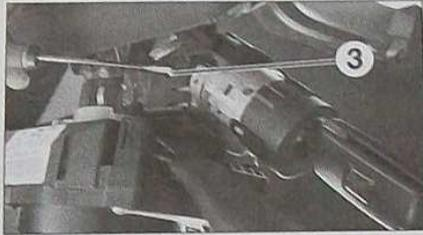

FIG. 8
- Dégager le contacteur antivol en enfonçant le poussoir (3), à l'aide d'un tournevis (Fig.8).